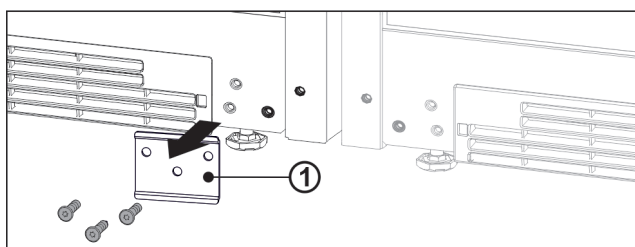

Fig. 11
- ▶ Если установлен металлический лист Fig. 11 (1), открутите металлический лист.